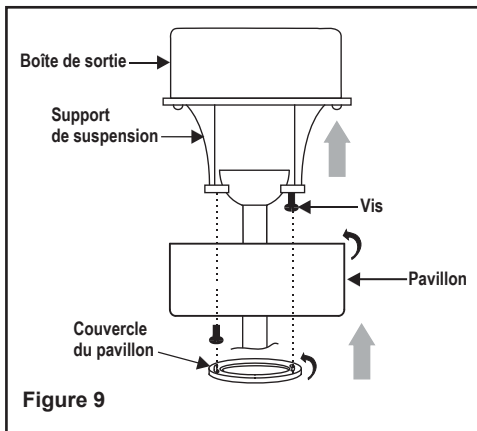

Figure 9
Étape 2. Remontez le pavillon par-dessus le support de fixation et placez le trou de serrure dans le pavillon par-dessus la vis du support de fixation, puis tournez le pavillon jusqu'à ce qu'il s'insère en place dans la section étroite des trous de serrure. (Fig. 9)